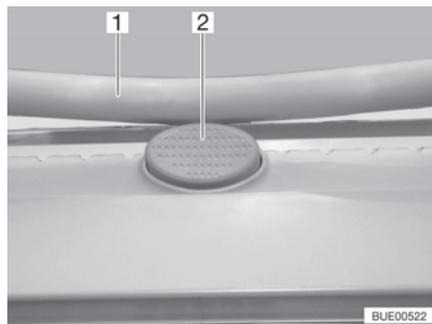

Fig. 30 Botón de seguridad (claraboya Heki)
- Pulsar el botón de seguridad (Fig. 30,2) y tirar el estribo (Fig. 30,1) hacia abajo con ambas manos.
- Presionar el estribo hacia arriba con ambas manos hasta que el estribo se encuentre encima del botón de seguridad (Fig. 30,2).